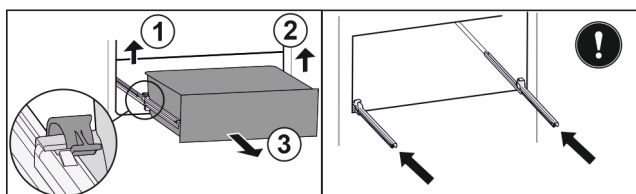

Fig. 80
- ▶ Ridicați clema din stânga și trageți concomitent sertarul din stânga spre înainte. Fig. 80 (1)
- ▶ Ridicați clema din dreapta și trageți concomitent sertarul din dreapta spre înainte. Fig. 80 (2)
- ▶ Extrageți sertarul spre înainte. Fig. 80 (3)